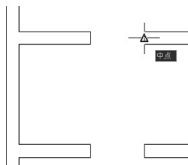
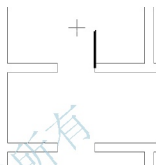

图 2.86 确定门扇的起点
图 2.87 绘制门扇
(1) 在指定起点: 提示下, 捕捉门洞口右侧垂直线的中点作为起点, 如图2.86所示。
(2) 在当前线宽为0.0000, 指定下一个点或 [圆弧(A)/半宽(H)/长度(L)/放弃(U)/宽度(W)]: 提示下, 输入“W”后按Enter键, 指定要修改线宽。
(3) 在指定起点宽度<0.0000>: 提示下, 输入“50”。
(4) 在指定端点宽度 $\langle 0.0000 \rangle$: 提示下, 输入“50”, 表示将线宽改为 50mm。打开【正交】功能(快捷键 F8), 并将光标垂直向上拖动。
(5) 在指定下一个点或 [圆弧(A)/半宽(H)/长度(L)/放弃(U)/宽度(W)]: 提示下, 输入“1000”后按 Enter 键。这样就画出线宽为 50mm、长度为 1000mm 的门扇, 如图 2.87 所示。